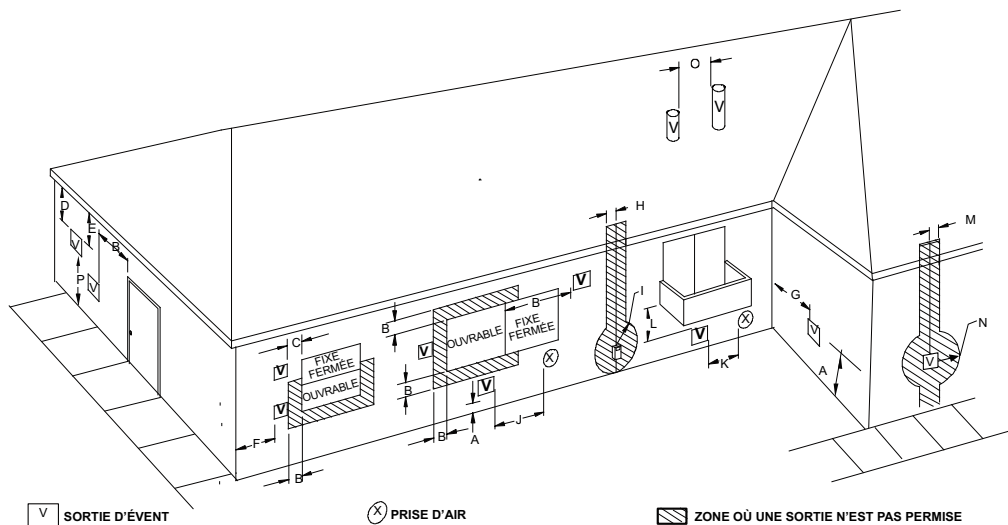
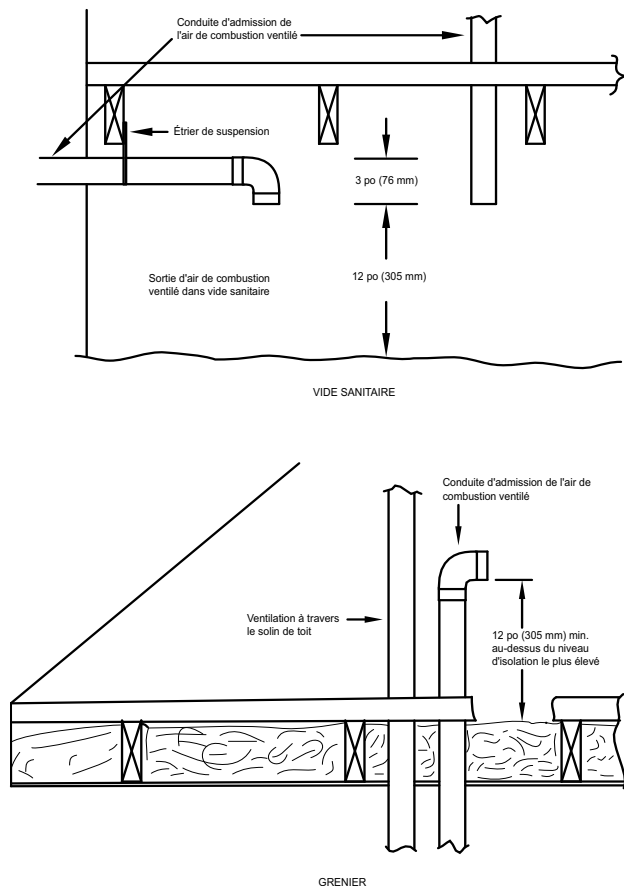

Figure 43 – Dégagement des sorties des systèmes à air de combustion ventilé et à évacuation indirecte
Figure 48 – Sorties d'évent pour système à air de combustion ventilé
Dans le cas d'un système à air de combustion ventilé, l'évent aboutit et évacue les produits de combustion directement à l'extérieur, comme dans un système à évacuation directe. Consultez la Figure 43 pour connaître les exigences de dégagement du code national. Tout l'air pour la combustion est acheminé directement à la chaudière depuis un espace bien ventilé avec de l'air extérieur (comme un grenier ou un vide sanitaire) et l'espace est bien isolé du garage ou de l'espace habitable. Les exigences d'air de combustion pour cette option sont les mêmes que celles de l'alimentation en air extérieur pour la combustion dans un système d'évacuation à un tuyau. Consultez (AIR DE COMBUSTION ET DE VENTILATION à la p. 9).
Dans un système à évacuation indirecte (à un tuyau), tout l'air de combustion est prélevé directement de la zone adjacente à la chaudière et tous les produits de combustion sont évacués à l'extérieur dans l'atmosphère. L'air de combustion doit être fourni conformément à la section Air de combustion et de ventilation. Une cheminée abandonnée n'est pas adéquate pour fournir l'air extérieur à la chaudière. Consultez la Figure 43 pour connaître les exigences de dégagement du tuyau d'évent du code national.
Pour les dégagements de sortie de ventilation, consultez les codes nationaux présentés à la Figure 42 pour un système à ventilation directe/à deux conduits et à la Figure 43 pour un système à air de combustion ventilé/ventilation indirecte/un seul conduit. Pour la disposition des sorties extérieures, consultez la Figure 40 pour un système à ventilation directe/à deux conduits et la Figure 41 pour un système à air de combustion ventilé/ventilation indirecte/un seul conduit. Communiquez avec les responsables des codes locaux pour connaître les autres exigences des codes nationaux présentés dans ces figures ou les dérogations à ces exigences.
1. Respectez toutes les exigences en matière de dégagements, comme indiqué à la Figure 42 ou à la Figure 43 selon le cas.
Le tuyau d'évent d'un système à air de combustion ventilé doit se terminer à l'extérieur. Consultez la Figure 43 pour connaître les exigences de dégagement du tuyau d'évent du code national. Les sorties d'évacuation admissibles sont indiquées à la Figure 41. Le tuyau d'air de combustion se termine dans un grenier ou un vide sanitaire bien aéré. Conformez-vous aux dégagements indiqués à la Figure 48.
Le tuyau d'évent d'un système à évacuation indirecte (à un tuyau) doit se terminer à l'extérieur. Pour les exigences relatives aux dégagements des événements du code national, consultez la Figure 43. Les sorties d'évacuation admissibles sont indiquées à la Figure 41.